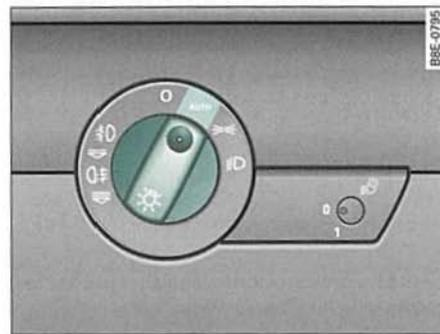

Fig. 63 Detalle del tablero de instrumentos: Conmutador de las luces
- Gire el interruptor de las luces ⇒ fig. 63 hasta la posición **AUTO**.